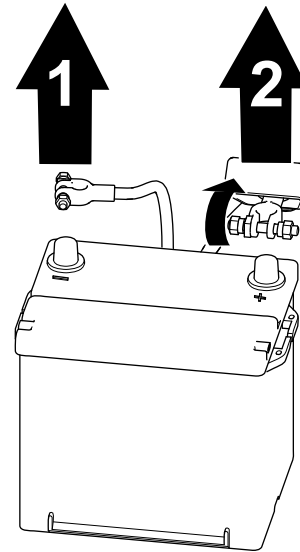

図 2
1. バッテリーの端子から、マイナス - ケーブルを外す 図 2。
2. バッテリーの端子から、プラス + ケーブルを外す 図 2。